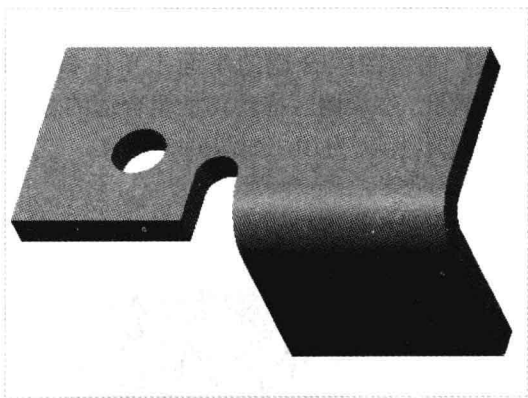

图 6-8 创建简单直孔
Step 06 单击“应用并保存在工具中所做的所有更改, 然后关闭工具操控板”按钮 , 即可创建简单直孔, 如图 6-8 所示。